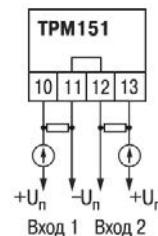

Рисунок 7.7 - Схема подключения активных датчиков типа "параметр—ток", "параметр—напряжение"
- 2) Активные датчики с выходным сигналом в виде тока (0...5 мА, 0...20 мА или 4...20 мА), в том числе датчики положения токового типа, можно подключать к прибору только после установки внешнего шунтирующего резистора (см. рисунок Б.1, рисунок 7.7). Резистор должен быть прецизионным (типа С2-29В, С5-25 и т. п., мощностью не менее 0,25 Вт, сопротивлением 100 Ом ± 0,1 %) и высокостабильным во времени и по температуре (ТКС не хуже $25 \cdot 10^{-6} / ^\circ\text{C}$).